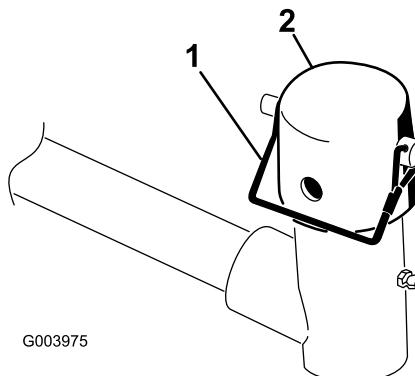

Figura 9
- Retire el pasador de seguridad y el tapón de la horquilla de pivot del brazo de elevación (Figura 9).
Nota: Utilice la ranura si se desea que la unidad de corte sea dirigible, y utilice el taladro si la unidad de corte va a quedar bloqueada en una posición fija (Figura 9).